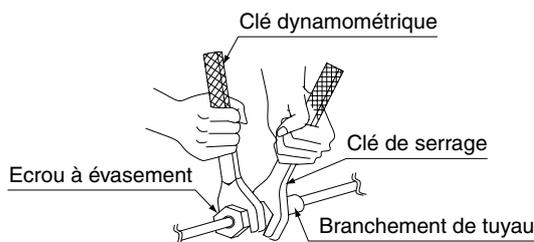

Fig. 4
- (1) Raccordez la tuyauterie.
- Lors du raccordement de la tuyauterie à l'unité ou de son débranchement, **veillez à utiliser deux clés de serrage et deux clés dynamométriques.** (Reportez-vous à la Fig. 4)